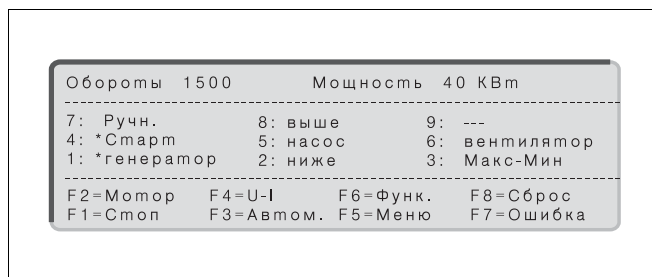

Рис. 30 Уровень 2: меню ручного режима (пример теста генератора: выбор (x) кнопками 7, 4 и 1)
- **Ввод** функции по предварительному заданию значений (например рис. 30):